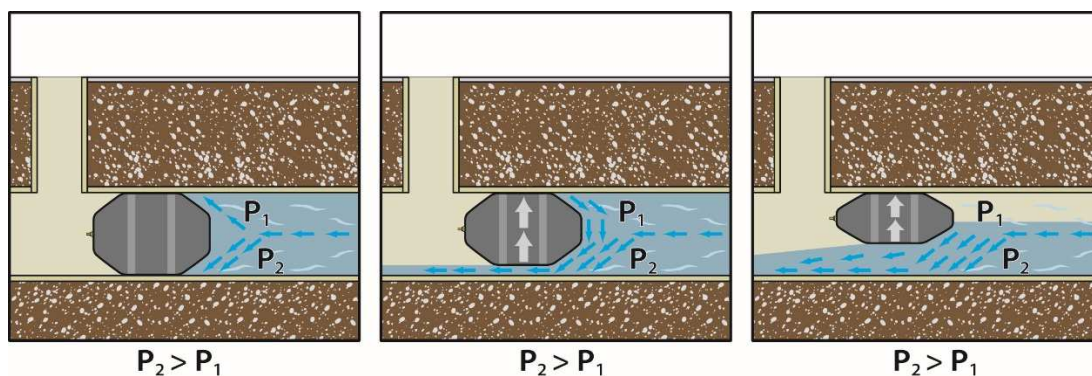

Figura 18 – Scarico idrostatico mediante sgonfiaggio controllato dell'otturatore.
3. Nel caso di spinte idrauliche minori, è possibile scaricare la pressione idrostaticamente attraverso un attento sgonfiaggio del pallone, facendo in modo che l'acqua defluisca sotto il pallone senza che questo venga trascinato via strappandosi dagli ancoraggi (Figura 18).